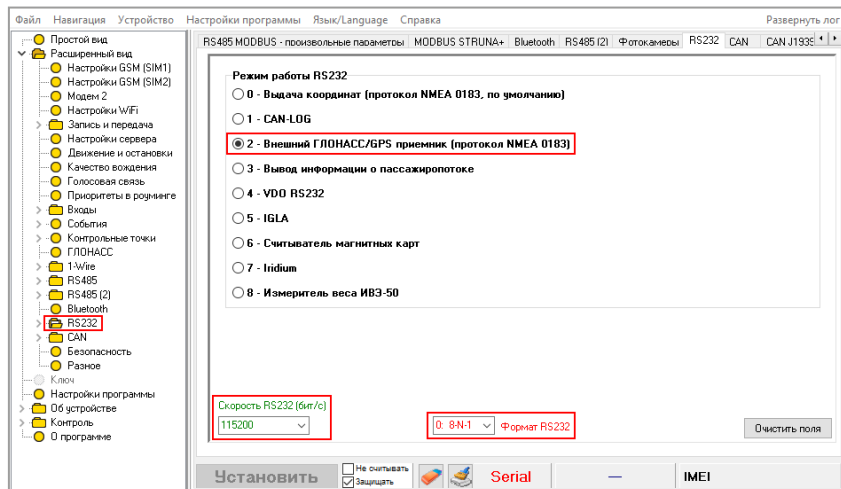

Рис.16. Выбор режима работы RS-232.
3. На вкладке конфигуратора «**RS-232**» установить следующие настройки (Рис.16):